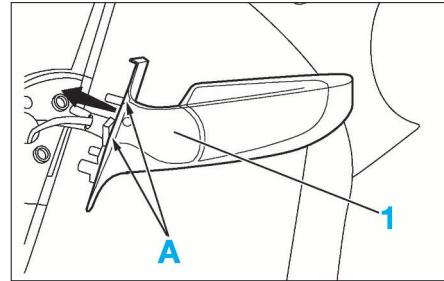

FIG. 25
- Déposer le cache (1) en décliquant les deux clips (A) dans le sens de la flèche (Fig.25).